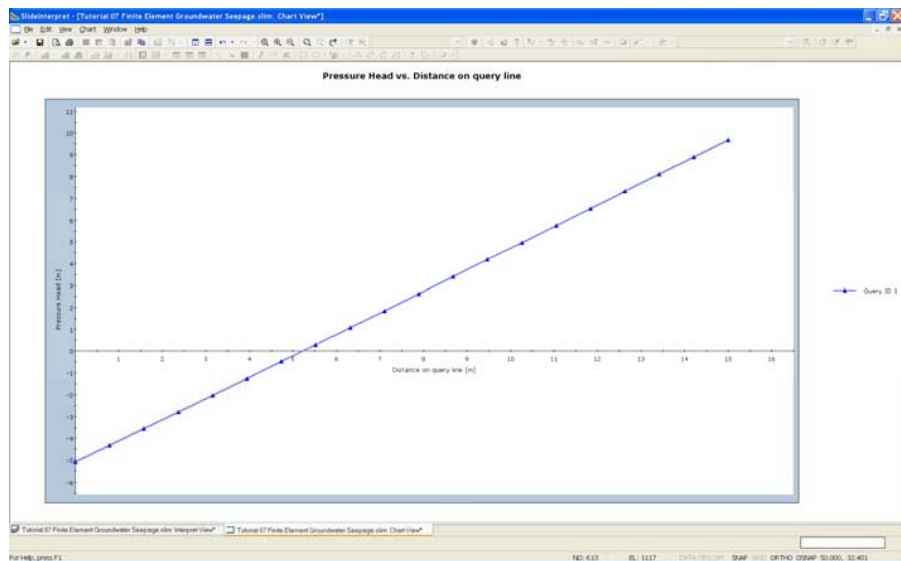

Figura 7-8: Búsqueda de Datos de Presión de Cabeza (“Pressure Head”).
8. Un atajo para graficar datos para una búsqueda única, es hacer clic en el botón derecho del mouse SOBRE la línea de Búsqueda. Haga esto ahora y seleccione Grafico de Datos (“Graph Data”) desde el menú emergente. Se generará de inmediato un gráfico, tal como se muestra en la Figura 7-8.